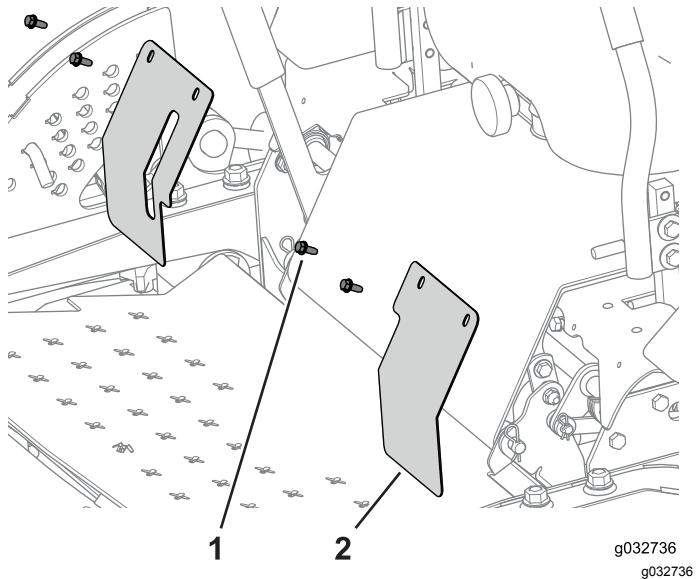

Рисунок 53
- Снимите болты и 2 плоские крышки, чтобы получить доступ к гайкам и болтам крепления летней рамы к машине (Рисунок 53).